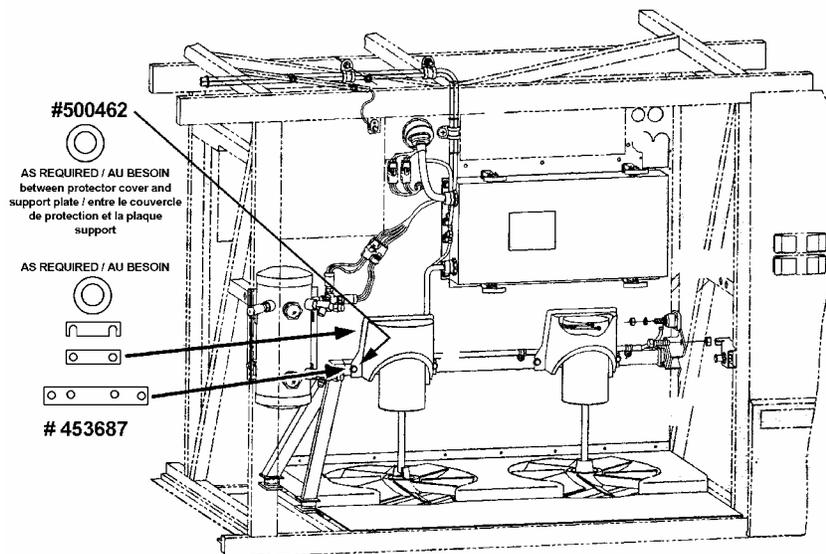

FIGURE 1: SÉRIE H3 JUSQU'À V-1961
5. Fixer le ventilateur à l'arbre et installer le nouveau moteur selon les figures 1, 2 ou 3 dépendamment du modèle de véhicule. Utiliser les différentes cales d'épaisseurs ou les rondelles plates au besoin pour centrer le ventilateur dans l'ouverture circulaire.